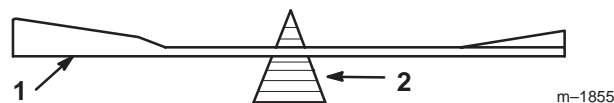
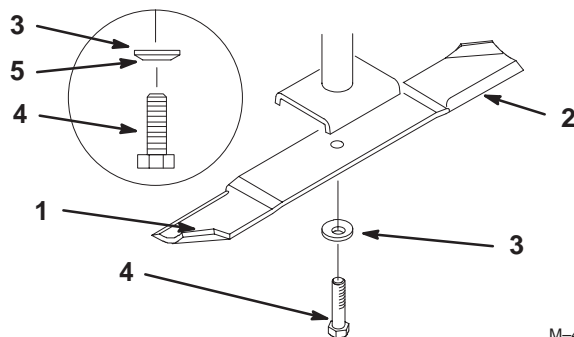

Figure 31
Figure 32
- Tenez la lame à son extrémité avec un chiffon ou un gant épais. Retirez le boulon, la rondelle élastique et la lame de l'axe de la lame (Fig. 32).
- Vérifiez l'équilibre de la lame en la plaçant sur un équilibreur (Fig. 31). Si la lame reste horizontale, elle est équilibrée et peut être utilisée. Si la lame est déséquilibrée, limez un peu l'extrémité de la partie incurvée seulement (Fig. 32). Répétez la procédure jusqu'à ce que la lame soit équilibrée.
- Placez la lame sur l'axe (Fig. 32).
- Installez la rondelle élastique et le boulon de la lame (Fig. 32). **Serrez le boulon à 115–150 Nm.**